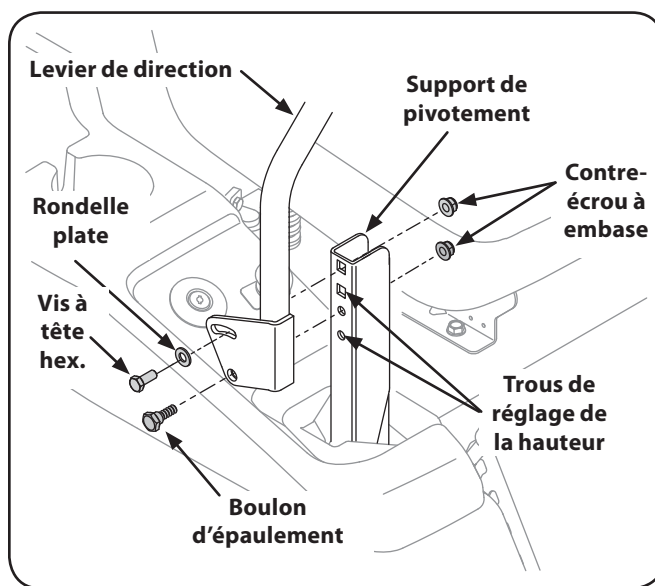

Figure 6-4
2. Retenez le levier de direction pour l'empêcher de tomber et enlevez le contre-écrou à collet, à garniture hex et la vis à épaulement de la base du levier de conduite et du support de pivotement. Voir la Figure 6-4.
- Si il n'est pas déjà desserré, desserrez le contre-écrou à embase et tournez le levier de direction vers l'avant ou vers l'arrière, à la position voulue. Voir la Figure 6-4.